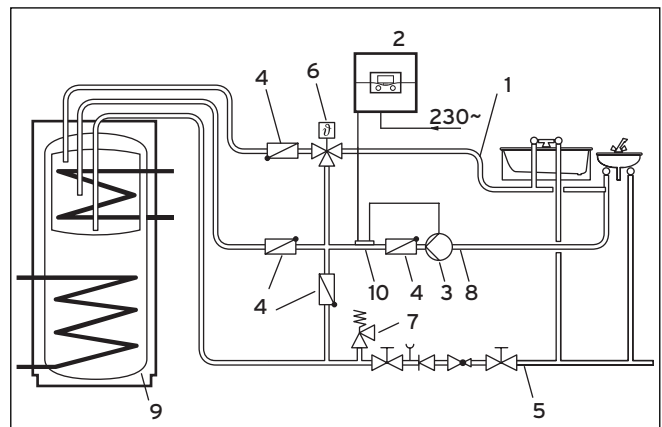

Fig. 6.5 Varmtvandstermostatblander i en cirkulationsledning
- Monter termostatblanderen i en cirkulationsledning som vist i Fig. 6.5.